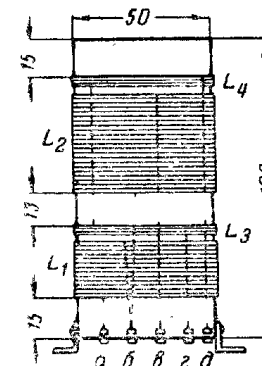

Рис. 8. Катушка на каркасе диаметром 50 мм.
**Катушка диаметром 50 мм.** Катушка, размеры и расположение обмоток которой показаны на рис. 8, наматывается на прессшпановом или бумажном цилиндре высотой 108 мм и диаметром 50 мм. Она состоит из двух секций. На средневолновом диапазоне работает секция  $L_1$ , а на длинных волнах обе секции  $L_1$  и  $L_2$ . Средневолновая катушка контура  $L_1$  ( $a-b$ ) имеет 60 витков провода ПЭ 0,35—0,45 мм, длинноволновая секция того же контура  $L_2$  ( $b-v$ ) — 140 витков ПЭ 0,15—0,18 мм, средневолновая катушка обратной связи  $L_3$  состоит из 8 витков провода ПЭ 0,1—0,15 мм и длинноволновая катушка обратной связи  $L_4$  — из 48 витков того же провода.